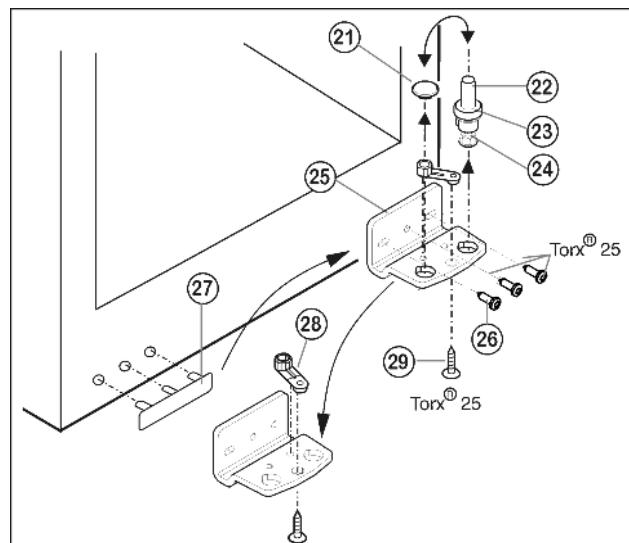

Fig. 12
- Извлеките опорный винт Fig. 12 (22) в комплекте с шайбой Fig. 12 (23) и регулируемой опорой Fig. 12 (24), вытягивая его вверх.
- Снимите пробку Fig. 12 (21).
- Открутите Fig. 12 (25) опорный кронштейн Fig. 12 (26).
- Открутите Fig. 12 (29) опорную деталь Fig. 12 (28) и, переставив в отверстие на противоположной стороне опорного кронштейна, снова прикрутите.
- Осторожно снимите и переставьте на противоположную сторону крышку со стороны ручки Fig. 12 (27).
- Снова прикрутите опорный кронштейн Fig. 12 (25) на новой стороне шарнира (с моментом 4 Нм). При необходимости используйте аккумуляторный шуруповерт.
- Переставьте пробку Fig. 12 (21) в свободное отверстие.
- Вновь установите опорный винт Fig. 12 (22) в комплекте с шайбой и регулируемой опорой. При этом следить за тем, чтобы выступ фиксатора был направлен назад.
- Установите нижнюю дверцу сверху на нижний опорный винт Fig. 12 (22).